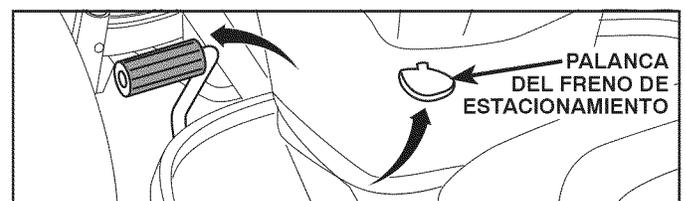

Fig. 3
INSTALE LA SEGADORA (Vea Fig. 3 - 15)
1. **ACCIONE LA PALANCA DEL FRENO DE ESTACIONAMIENTO Y LA PALANCA DE LEVANTAMIENTO DEL ACCESORIO INFERIOR (Vea Fig. 3 et 4)**